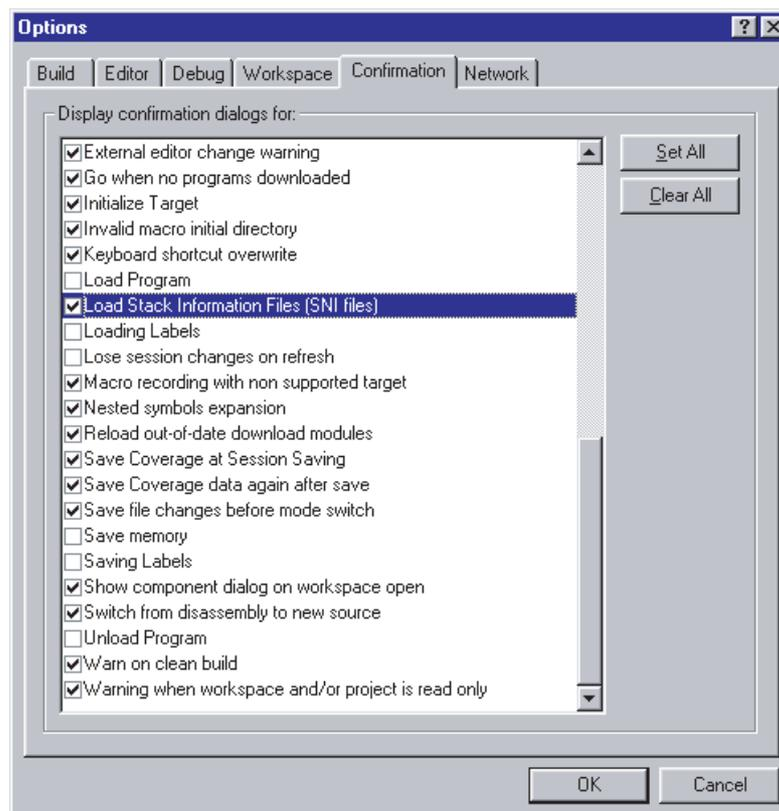

图 3.37 [Options] (选项) 对话框
- 在 [Options] (选项) 对话框 (如果选择主菜单的 [Setup -> Options...] (设置 -> 选项...))，就打开对话框) 的 [Confirmation] (确认) 选项卡 (图 3.37) 中选定了 [Load Stack Information Files (SNI files)] (加载堆栈信息文件(SNI文件)) 复选框时